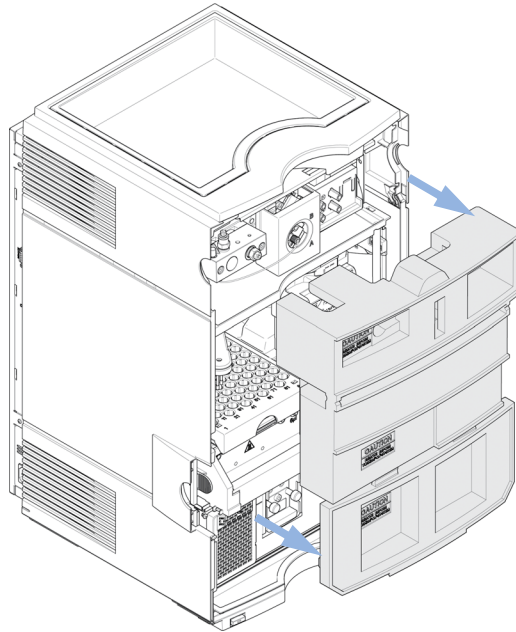

Figure 2 Déposez la mousse de protection pour le transport
- 14 Avant de mettre le module sous tension, vérifiez que toutes les mousses pour le transport ont été enlevées (voir la Figure 2, page 39). Ensuite mettez le module sous tension à l'aide du bouton poussoir.